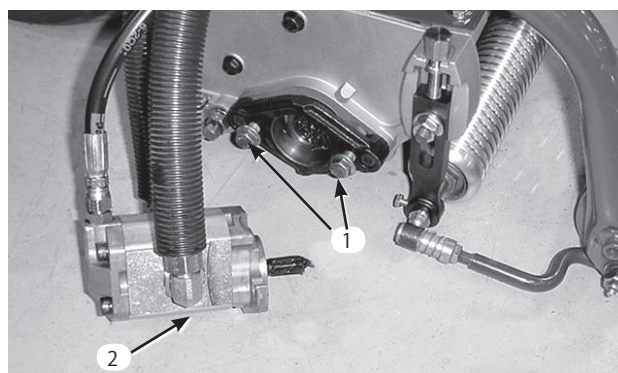

図13
7. 各カuttingユニットに リールモータ固定ナットを取り付ける。ネジ山を 13 mm 程度突き出させておく (図13)。
10. リールモータのシャフトのスプライン部にグリスを塗布する。モータを取り付け穴に正対させ、時計方向にひねってスタッドを一回かわし、次に左回りにひねって、キャップスクリューにフランジをしっかりと掛ける。キャップスクリューを締めてモータを固定する（図13）。